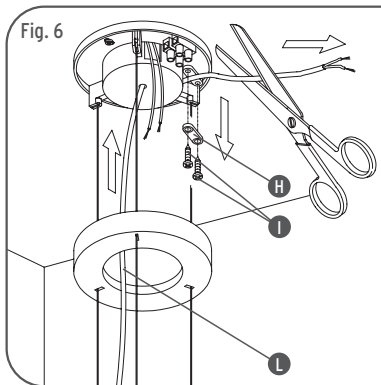

Fig. 6
<IT> Fig.6 Smontare il bloccacavo (H) svitando le due viti (I); Fare passare il cavo di alimentazione (L) proveniente dall'apparecchio attraverso il foro centrale del rosone e dell'attacco a soffitto, quindi tagliare il cavo eccedente.
<GB> Fig.6 Dismantle the cable block (H) tightening the two screws (I); pass the feeding cable (L) coming from the apparatus through the central hole of the rosette and attach it to the roof, thereafter cut the excess length of the cable.